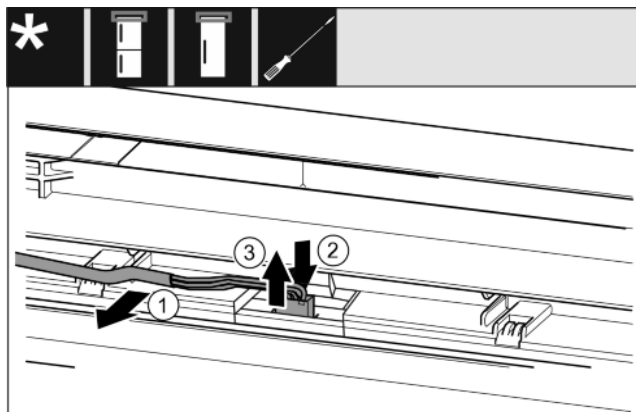

Fig. 16
- Oprezno odvojite sivi kabel iz vodilice u vratima. Fig. 16 (1)
- Pritisnite jezičac iza utikača prema natrag. Fig. 16 (2)
- Oprezno izvucite utikač prema gore. Fig. 16 (3)